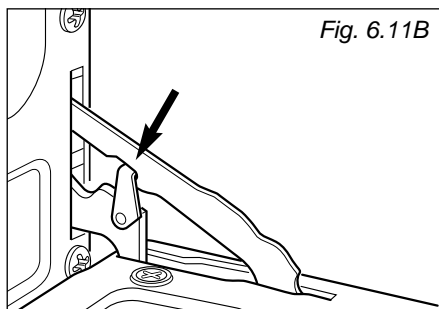

Fig. 6.11B
- Enganche las sujeciones en los ganchos de las bisagras izquierda y derecha (Fig. 6.11B).